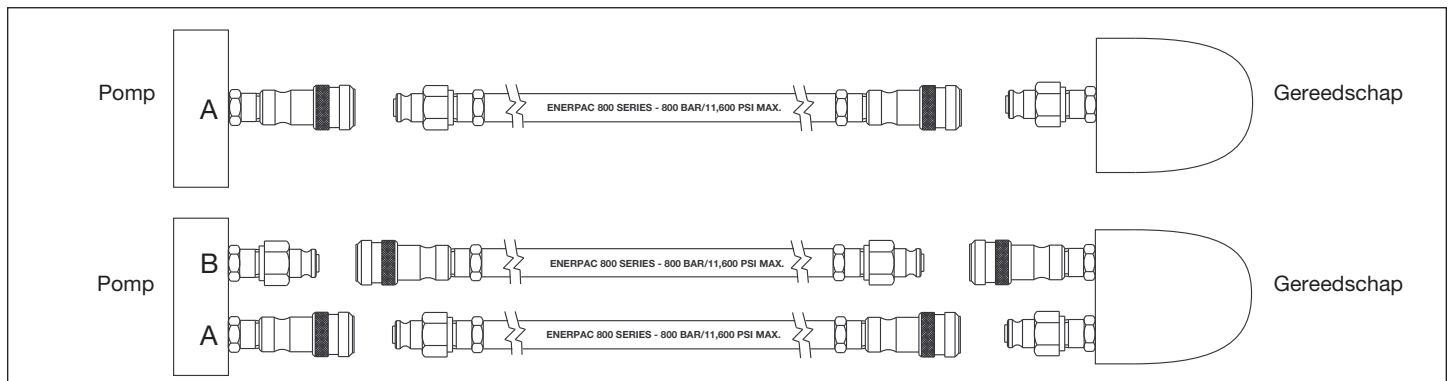

Afb. 2 - Pomputgang (enkelwerkende pomp)
1. Sluit de slang aan op de pomputgang zoals in afb. 2 wordt getoond. GA NA of de met "ENERPAC 800 SERIES - 800 BAR/11.600 PSI MAX" gemerkte slang wordt gebruikt. Moerplaatjes van het koppelstuk met de hand aandraaien.